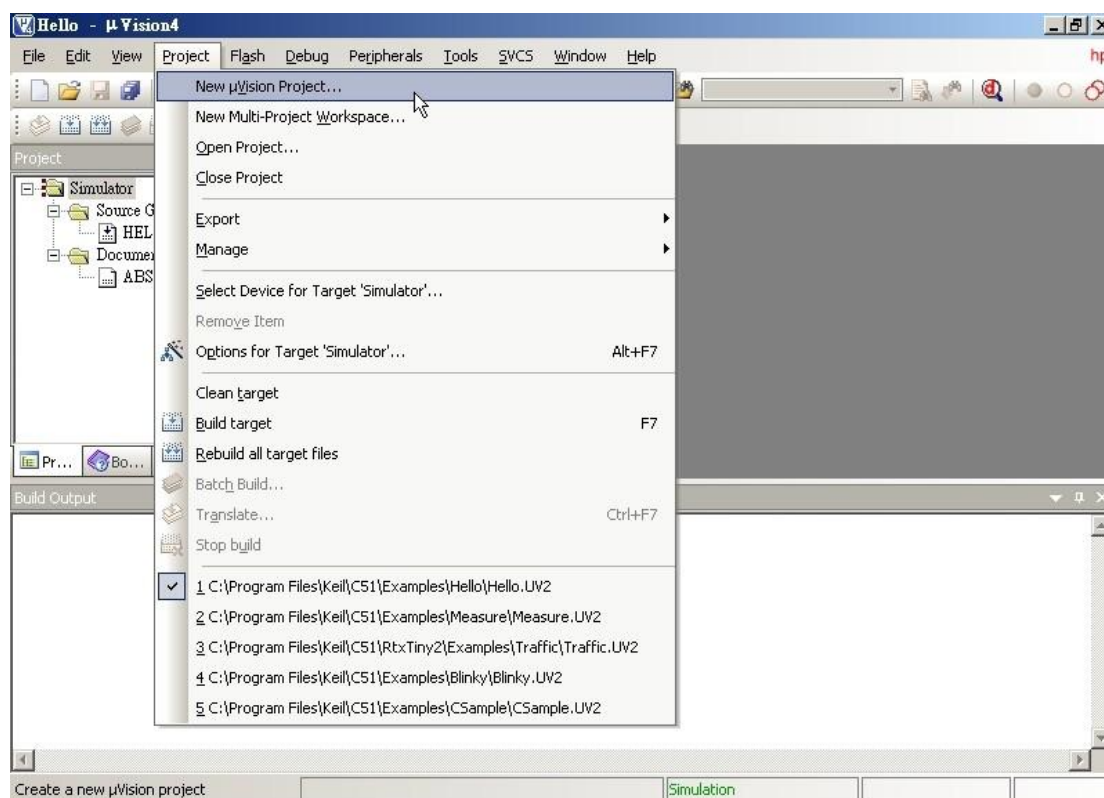
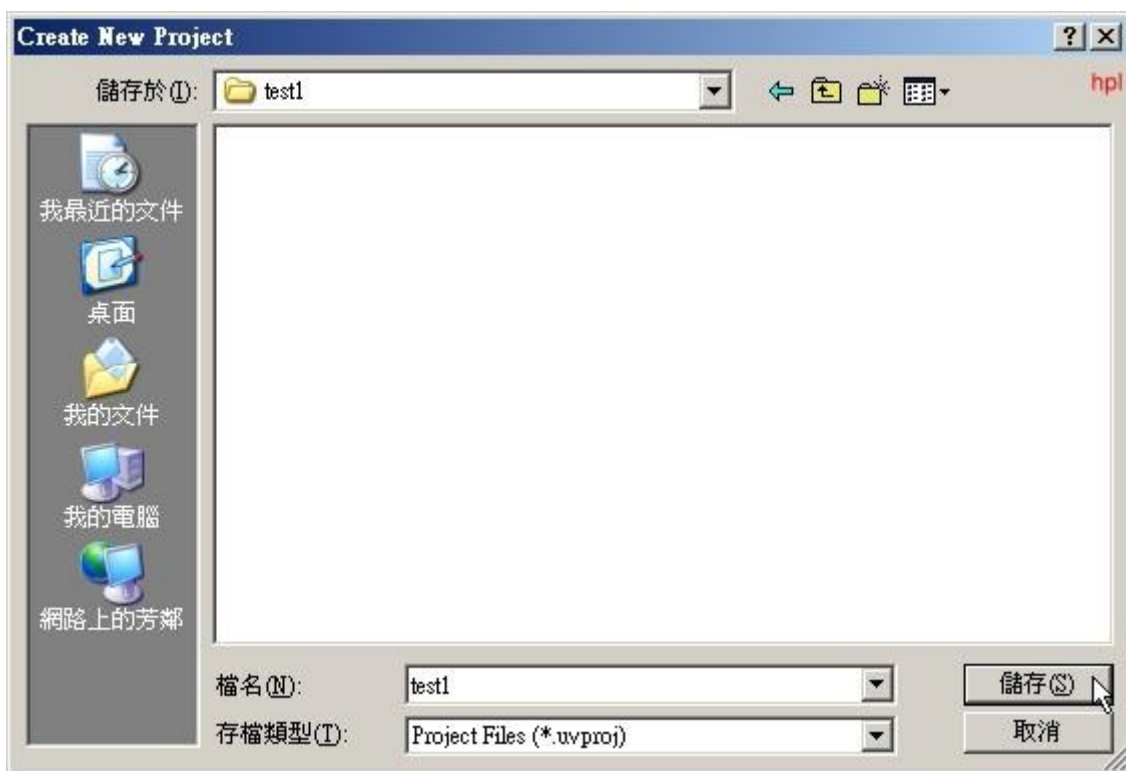

图 1-3 New μ Vision Project 选单
图 1-4 New μ Vision Project
(1) 点击 Project(专案)选单，选择弹出的下拉式选单中的“New μ Vision Project...”，如图 1-3。接着弹出一个标准 Windows 档案对话窗口，如图 1-4。在“储存于”中选择您要存放的资料夹，一个项目最好存在一个资料夹内，若此资料夹不存在，请先建立它，或按“建立新资料夹”按钮以建立新资料夹。在“档名”中输入您的第一个项目名称，这里我们用“test1”。“存档类型”为 uvproj，这是 Keil μ Vision4 项目档案预设的扩展名，以后只要直接点击此项目文件，即可打开此项目。